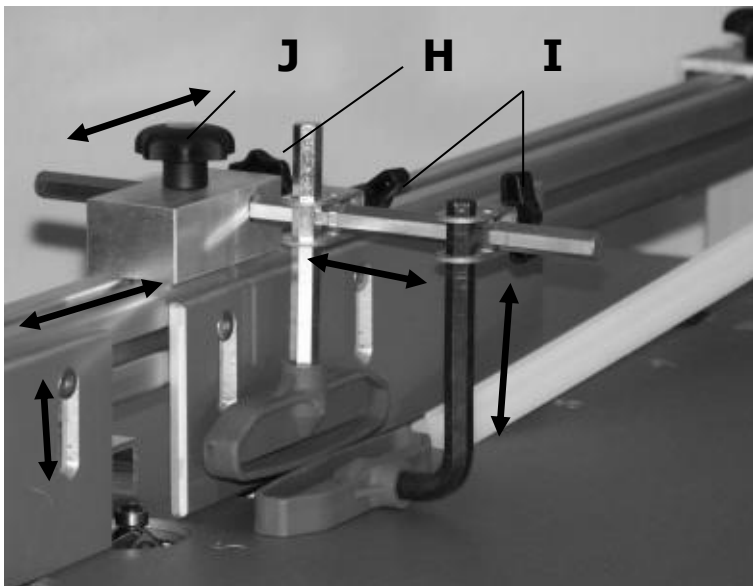

Bild 63
1. Feststellschraube (J) lösen (Bild 63)
2. Andrückvorrichtung in die gewünschte Position schieben und Feststellschraube (J) anziehen
3. Tiefenverstellung über Schraube (H)
4. Höhenverstellung über Schraube (I)